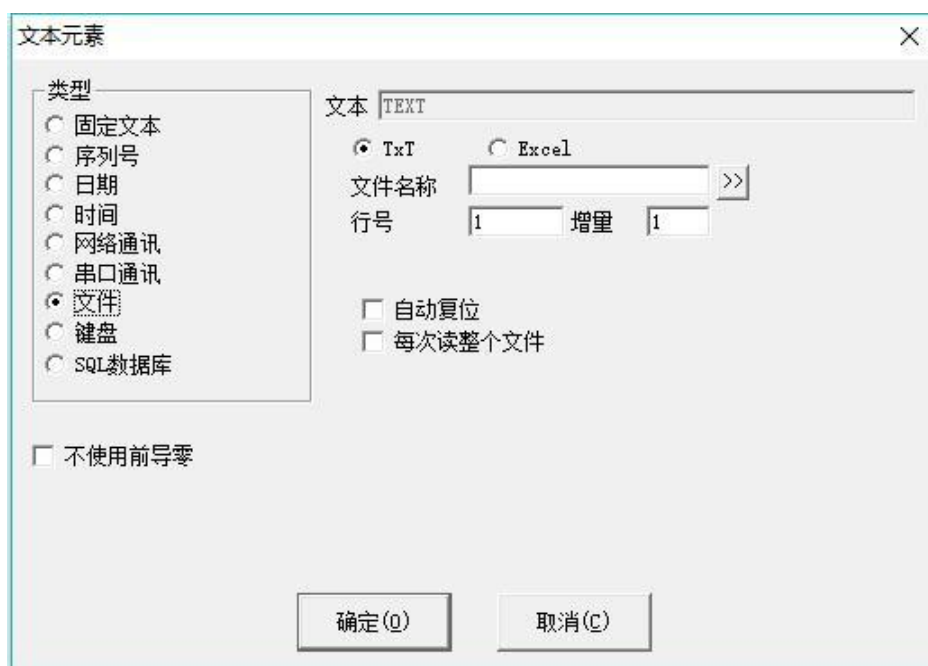

图 4-47
7) 文件：勾选使用此功能后出现以下对话框（图 4-47）：